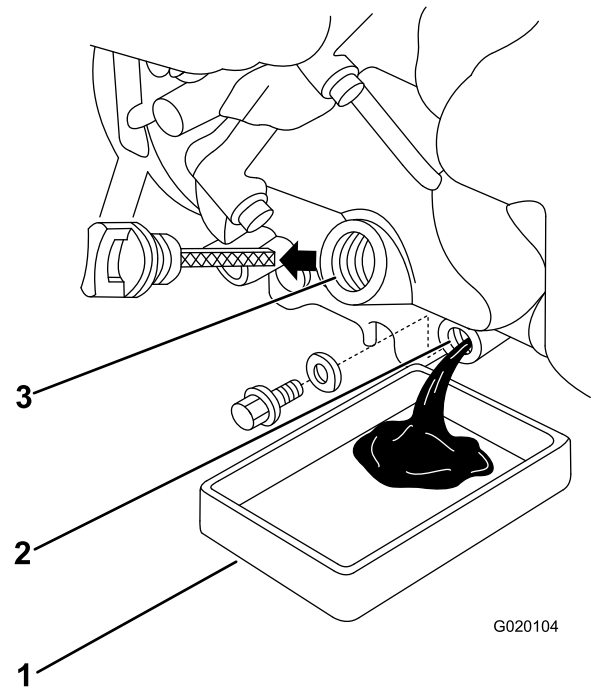

Figure 22
2. Procurez-vous un entonnoir en prévision de la vidange d'huile; retirez le bouchon de vidange et placez l'entonnoir sous le bouchon pour guider l'huile dans un bac (Figure 22).